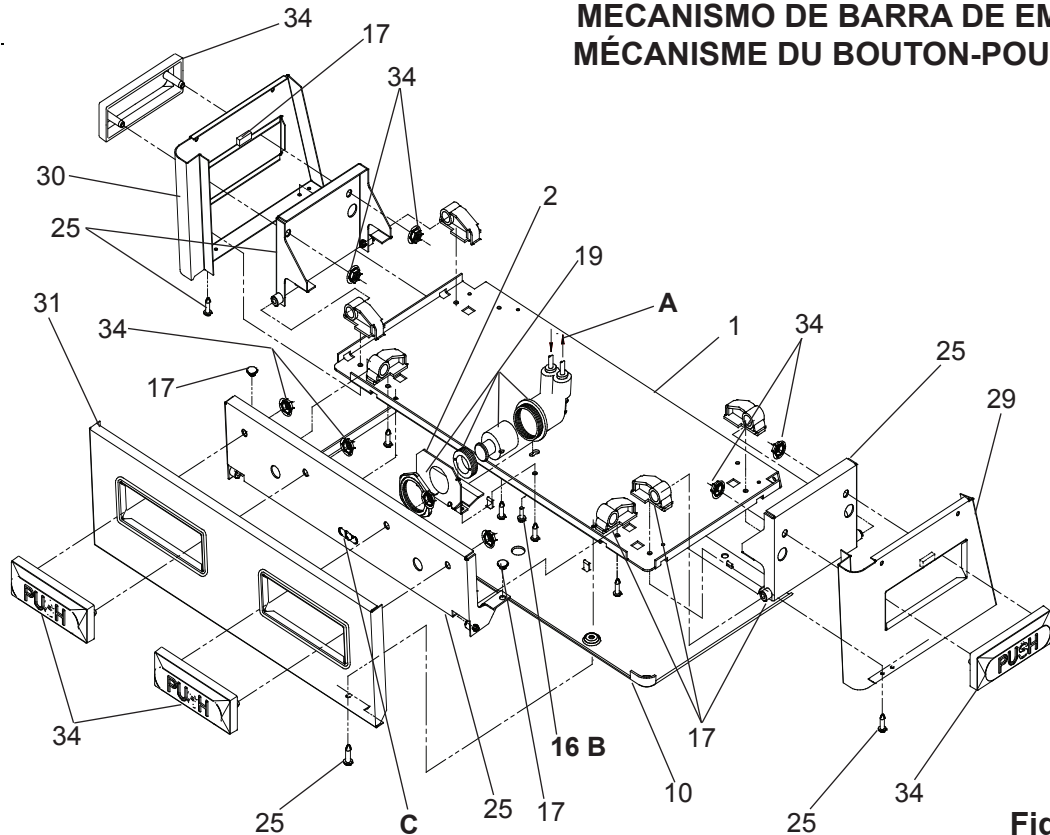

Fig. 4
See Fig. 4 for Push Bar Mechanism
Vea la Fig. 4 para el Mecanismo de la Barra de Empuje
Voir Fig. 4 pour le Mechanisme de Barre-poussoir
- 8) Stream height is factory set for 45-50 PSI supply. If supply pressure varies greatly from this, adjust screw, accessible by removing front push panel (Item 31, Fig. 4). CW adjustment will raise stream and CCW adjustment will lower stream. For best adjustment, stream should hit basin approximately 6-1/2" (165mm) from bubbler.
- 9) Replace the front panel and secure by retightening four (4) screws.
- 8) Hauteur de flux est réglé en usine pour la fourniture de 45 à 50 lb/po². Si la pression varie beaucoup de ce point, ajustez la vis que l'on peut atteindre en retirant le panneau avant (article 31, fig. 4). Si vous ajustez dans le sens des aiguilles d'une montre, le jet augmentera et dans le sens contraire, le jet diminuera. Le meilleur ajustement est lorsque le jet frappe le bassin à environ 6-1/2" (165mm) du barboteur.
- 9) Remplacez le panneau avant et fixez le en place en resserrant les quatre (4) vis.